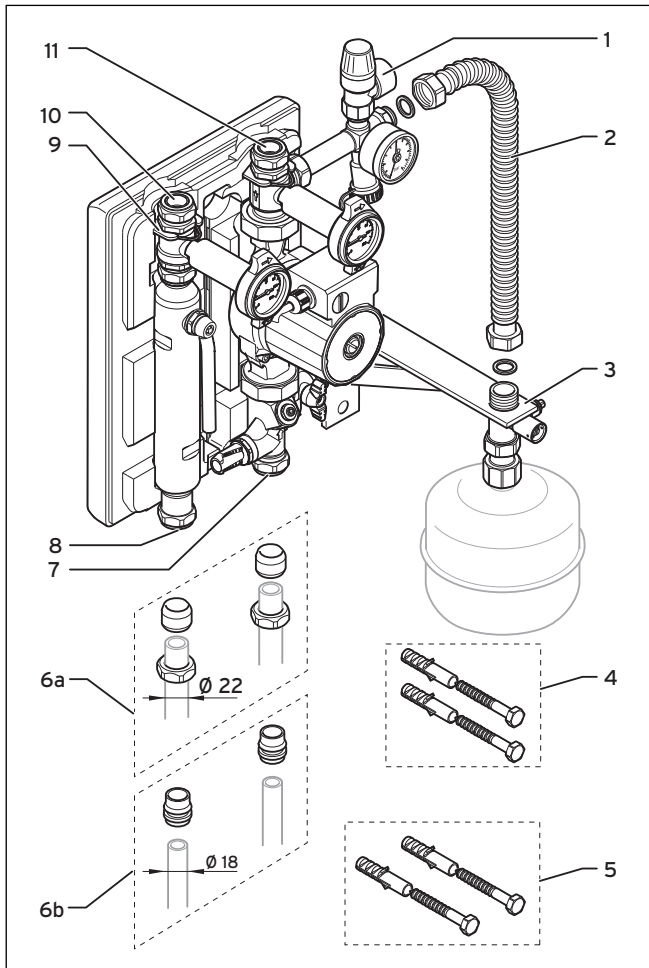

Fig. 3.1 Volumen de suministro de la estación solar
- Monte la estación solar a la pared con los tacos y tornillos. (→ Fig. 3.1, pos. 5).
En lugar de conectar tuberías de cobre con un diámetro de 22 mm puede también utilizar tuberías con un diámetro de 18 mm. En este caso utilice los manguitos de reducción (→ Fig. 3.1, pos. 6b) con anillo opresor integrado que se adjuntan en el suministro.
- Conecte la tubería de ida (→ Fig. 3.1, pos. 10) con la tubería de ida de los colectores.
- Conecte la tubería de retorno (→ Fig. 3.1, pos. 11) con la tubería de retorno de los colectores.
- Conecte la tubería de retorno del circuito del acumulador (→ Fig. 3.1, pos. 7) con el retorno solar del acumulador.
- Conecte la tubería de ida del circuito del acumulador (→ Fig. 3.1, pos. 8) con la ida solar del acumulador.
- Monte el grupo de seguridad (→ Fig. 3.1, pos. 1) con el empalme de conexión de la tubería de retorno (→ Fig. 3.1, pos. 11).
- Monte el tubo flexible ondulado (→ **Fig. 3.1**, pos. 2).